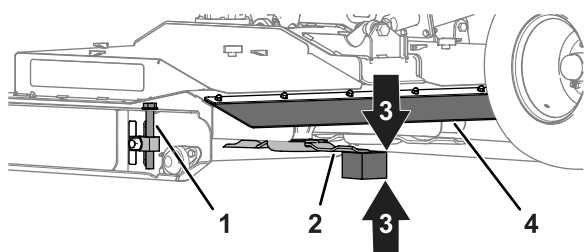

Рисунок 80
1. Находясь в задней части деки газонокосилки, поднимите заднюю заслонку и вставьте деревянный брусок толщиной 51 мм между задним концом среднего ножа газонокосилки и землей (**Рисунок 80**).